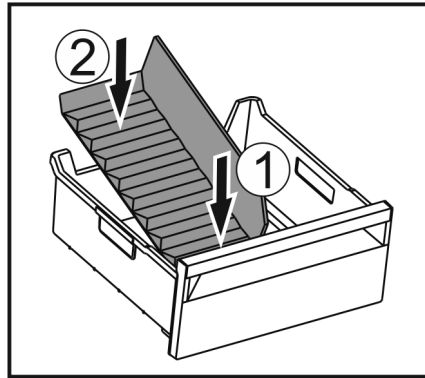

Fig. 174
- ▶ Introduceți partea frontală a separatorului pentru compartimentul de gheață. Fig. 174 (1)
- ▶ Coborâți partea posterioară a separatorului pentru compartimentul de gheață până la baza sertarului. Fig. 174 (2)